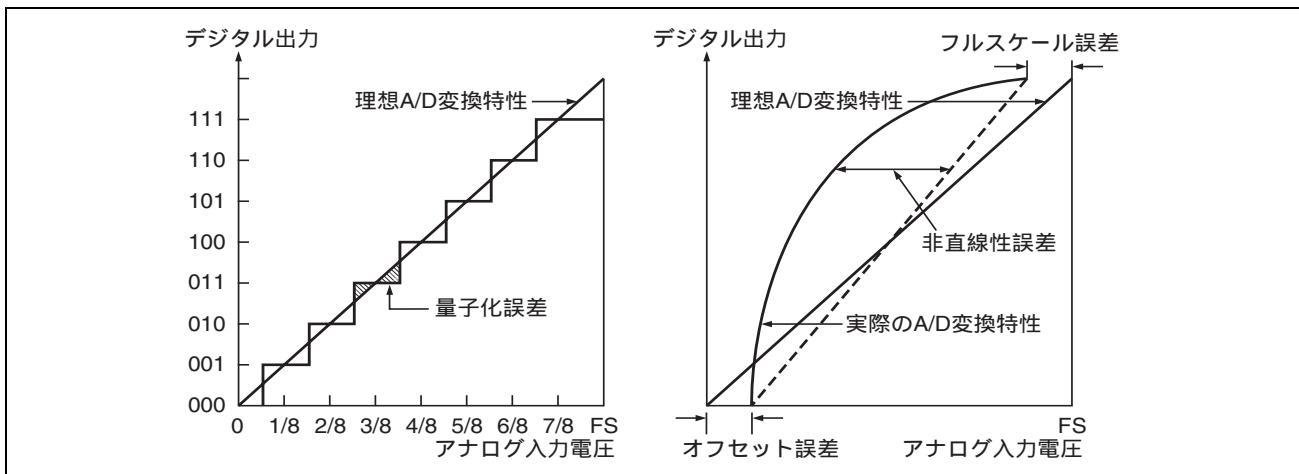

図 18.10 A/D 変換精度の定義
- ・オフセット誤差 ..... デジタル出力が最小電圧値 0000000000 から 0000000001 に変化するときのアナログ入力電圧値の理想 A/D 変換特性からの偏差。ただし、量子化誤差を含まない(図 18.10)。
- ・フルスケール誤差 ..... デジタル出力が 1111111110 から 1111111111 に変化するときのアナログ入力電圧値の理想 A/D 変換特性からの偏差。ただし、量子化誤差を含まない(図 18.10)。
- ・量子化誤差 ..... A/D 変換器が本質的に有する誤差であり、1/2LSB で与えられる(図 18.10)。